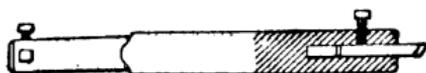

Fig. 521.
**Porte-outil** (fig. 521 à 523). — C'est une barre de fer cémenté appropriée pour y monter un outil en